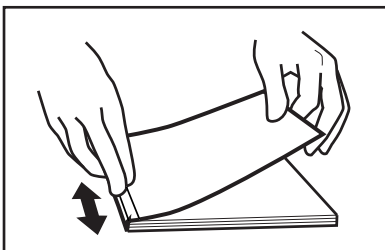

ABBILDUNG 24
10. Drücken Sie das Buch vorsichtig gegen den Rücken. Reiben Sie vor und zurück, wie in Schritt 9 (siehe Abbildung 24).